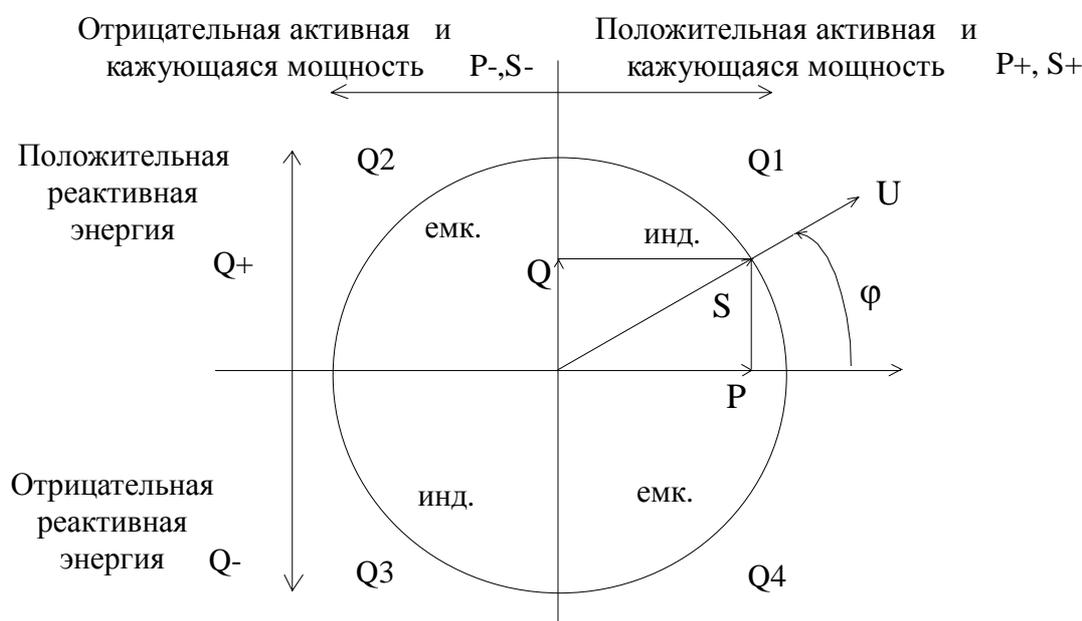

Рис.1. Определение квадранта при измерении мощности
2.8.1. Счетчик измеряет активную и реактивную электрическую энергию и мощность. Схема определения квадранта показана на Рис. 1. Параметры, подсчитываемые и хранимые в счетчике, константы параметризации, вводимые производителем и пользователем, приведены в Таблице 2.